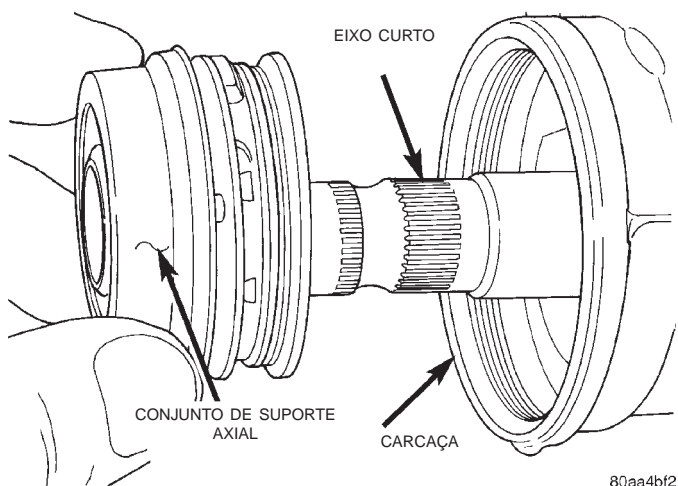

Fig. 10 Conjunto de Suporte Axial
(2) Remova a porca de ajuste com a Chave de Porca C-4381.
(3) Remova o conjunto de suporte de empuxo para fora da carcaça. (Fig. 10).